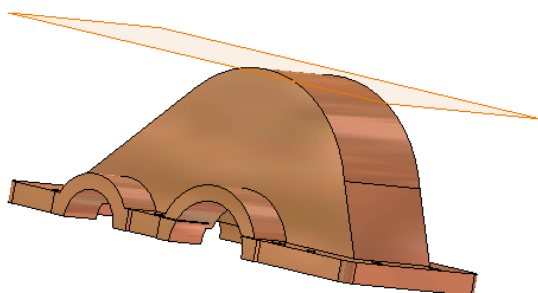

图 9-85 建立工作平面
①新建一个工作平面来创建草图，这里创建一个与箱盖的配合面平行且与顶部圆弧面相切的工作平面。单击【三维模型】标签栏【定位特征】面板上的【工作平面】工具按钮, 先选择与箱体的配合面，然后在选择零件顶部的圆弧面，创建如图 9-85 所示的工作平面。